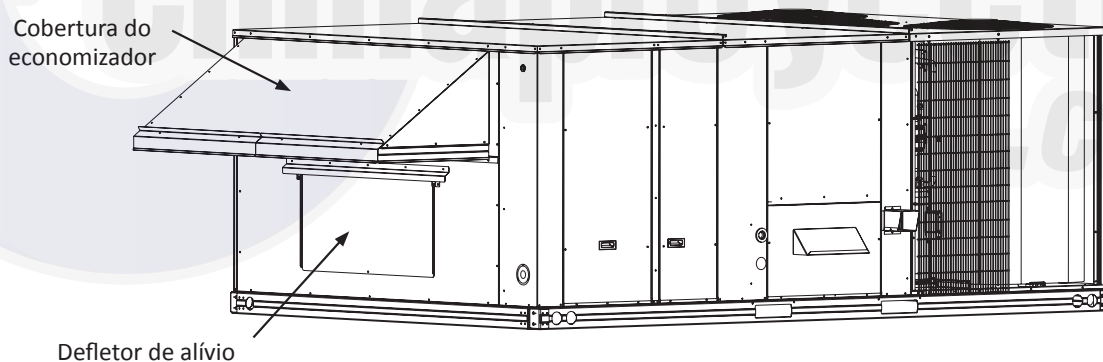

Fig. 21 – Conjunto da cobertura do economizador instalado na unidade (retorno/insuflamento verticais)
2. Instale o conjunto da cobertura na unidade. (Consulte as Figs. 21 e 22).